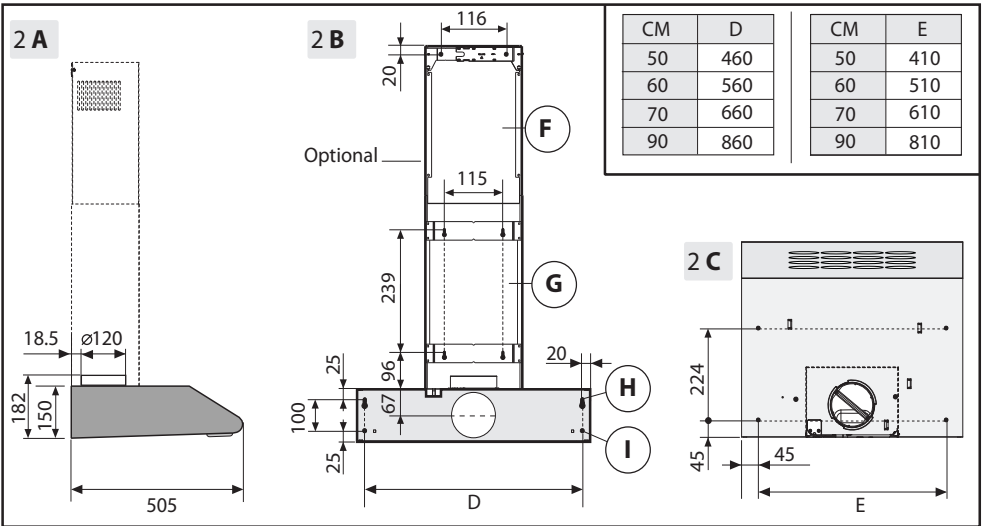

Fig.2
1. Montaggio della cappa nella parte inferiore del pensile (Fig.2)
- Effettuare 4 fori sul pensile rispettando le misure indicate nelle figure 2 **A-C**.
2. Montaggio della cappa alla parete (Fig.2).
- Effettuare 4 fori rispettando le misure indicate nelle figure 2 **A-2 B**.
- Regolare la larghezza della staffa di supporto del camino superiore (Fig.3). Successivamente fissarla al muro in modo che sia in asse con la vostra cappa tramite le viti **A** (Fig.3) e rispettando la distanza dal soffitto indicata in (Fig.2 **B**). Collegare il tubo flessibile (non in dotazione) alla flangia **D** (fig.1A).